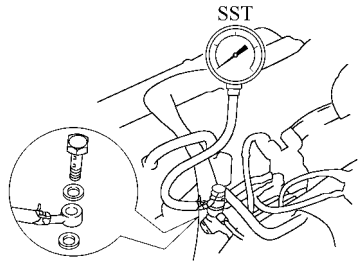

图 2-86 把压力表装到出油管上
3) 用两张新垫片按图 2-86 所示把压力表装到出油管上，然后擦干净溅出的汽油。